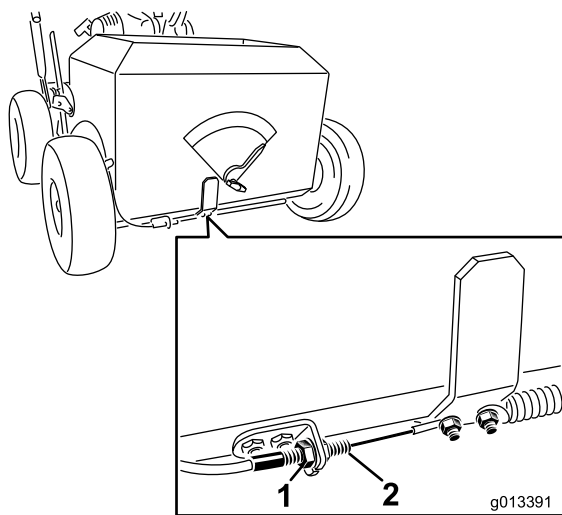

Bild 28
4. Lösen Sie die Muttern am Saatgutklappen-Steuerkabel (siehe Bild 28).